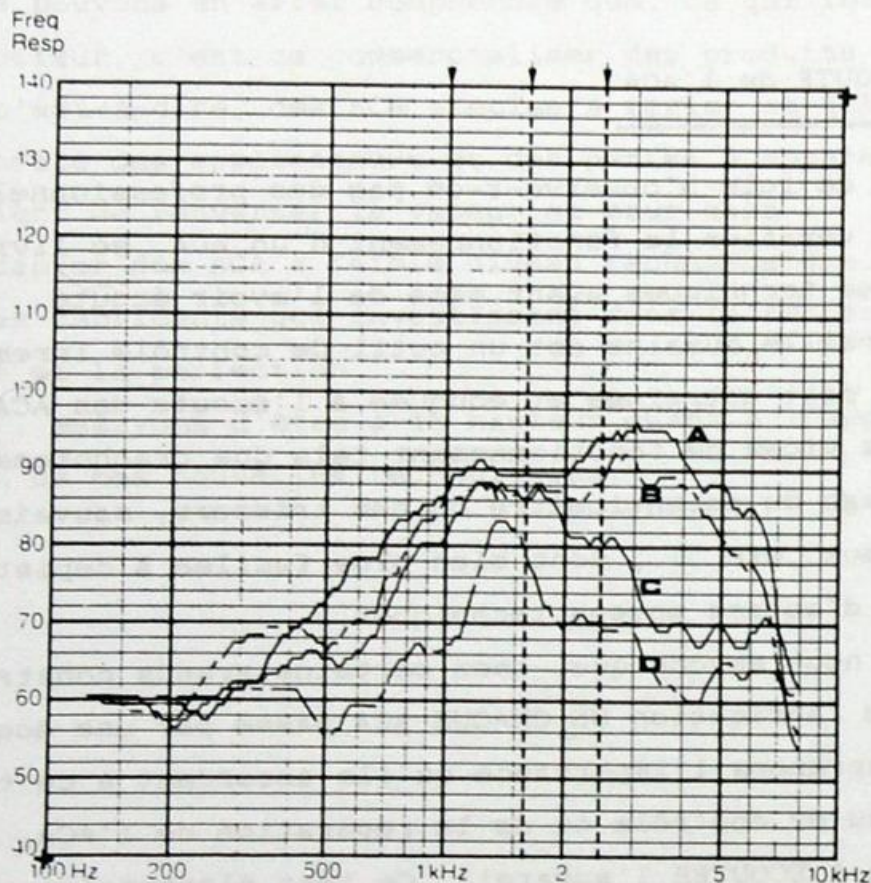

Fig. II.1. Courbes IN VIVO d'un même ACA relevées au niveau d'un seul conduit et dans des conditions d'écoute différentes
- selon l'importance du contact embouts/conque, la reproduction sonore est nettement modifiée (voir Fig. II.1.).